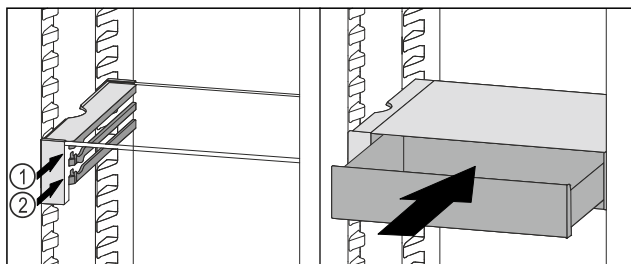

Fig. 116
- VarioSafe-Schubfach hinter den Stoppern auf gewünschter Rippe Fig. 116 (1) oder Fig. 116 (2) aufsetzen.